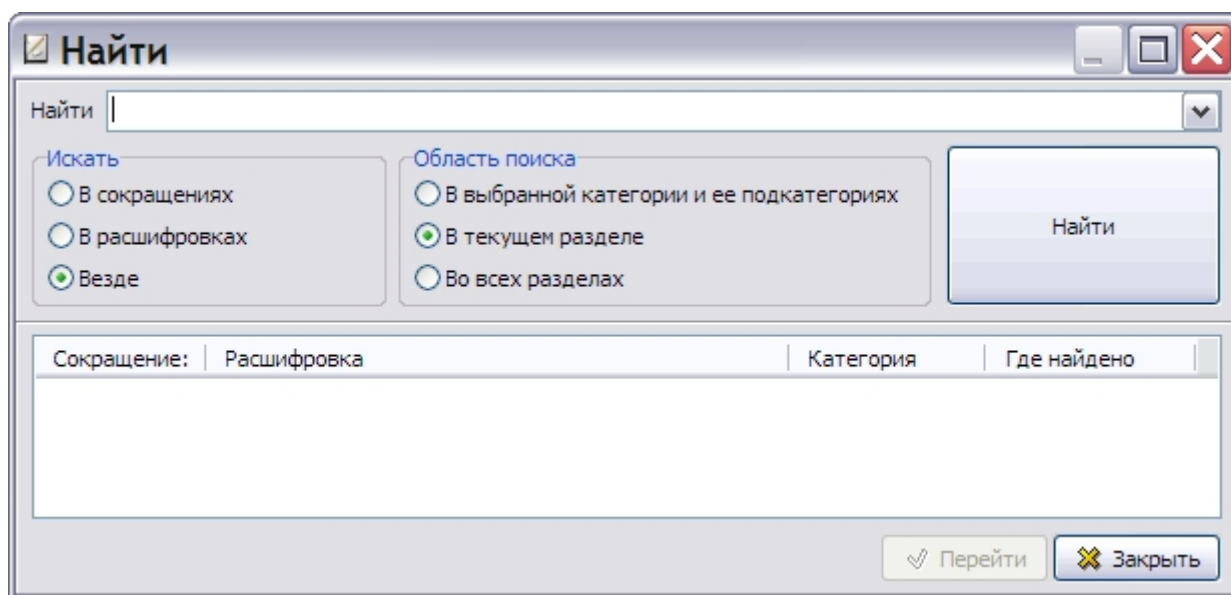

Рис. 7.17
2. Нажмите на кнопку **Поиск**  на панели инструментов левого окна или комбинацию клавиш CTRL+F. При этом появится диалоговое окно **Найти** (Рис. 7.17).